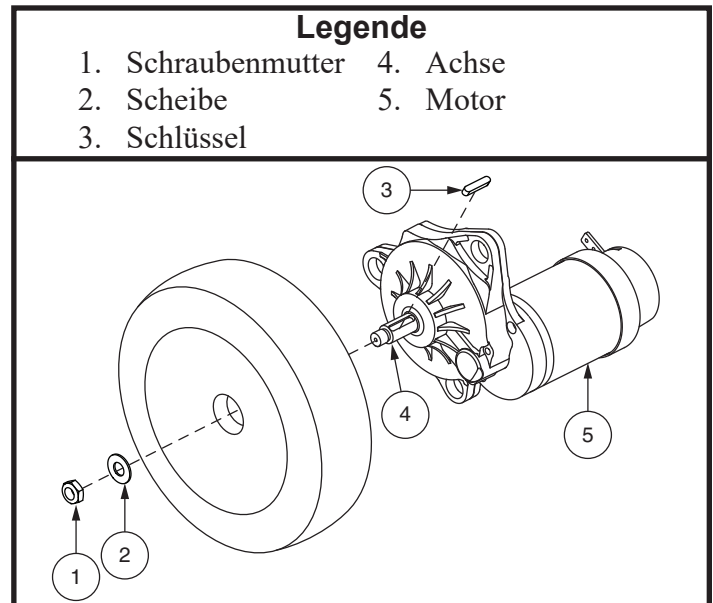

Bild 16. Entfernen eines Antriebsrads
6. Entfernen Sie die Schraubenmutter und Unterlegscheibe des Antriebsrades von der Achse. **Siehe Bild 16.**
12. Mit einer neuen Schraubenmutter, schrauben Sie die Schraubenmutter und Unterlegscheibe wieder fest. **Siehe Bild 16.**